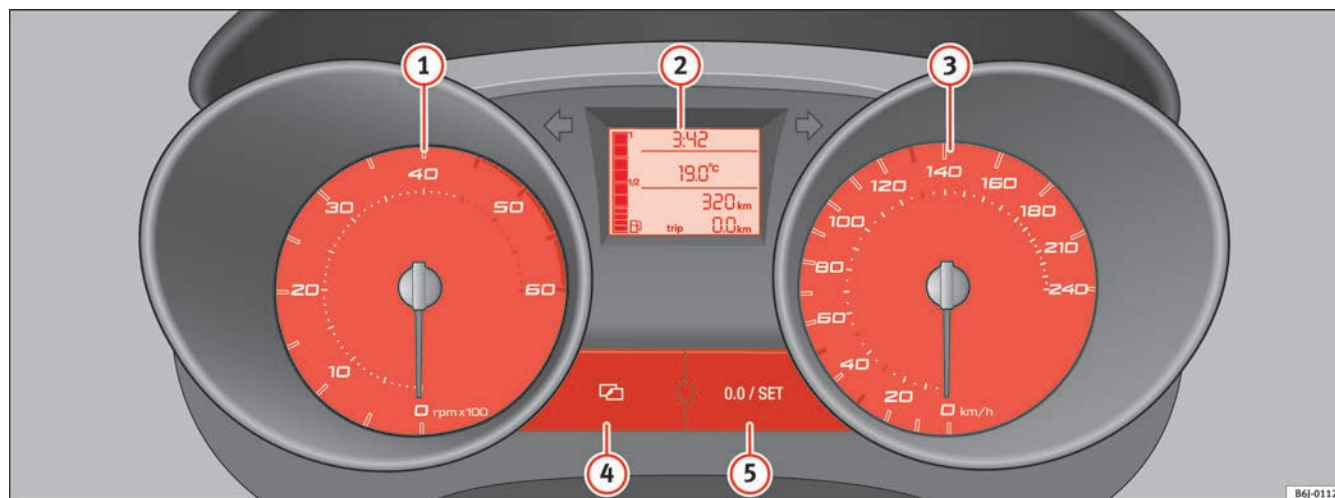

Fig. 30 Detalle del tablero de instrumentos: cuadro de instrumentos
El principio de la zona roja $\Rightarrow$ página 55, fig. 30 ① indica el régimen máximo de revoluciones del motor funcionando a temperatura de servicio. Antes de alcanzar dicha zona se debe cambiar a una marcha más larga, colocar la palanca selectora en D o levantar el pie del acelerador.
- Para ajustar las horas, presione la tecla ④ ⇒ página 55, fig. 30. La opción “horas” parpadeará en la pantalla digital y con el botón ⑤ “set” ⇒ página 55, fig. 30 se ajustan.
- Para ajustar los minutos, presione de nuevo la tecla ④ y seleccione la opción minutos, ajuste con el botón ⑤ “set”.
El contador inferior registra los recorridos cortos. La última posición indica tramos de 100 m. El contador para recorridos cortos puede ponerse a cero presionando el botón de puesta a cero ⇒ página 55, fig. 30 ⑥.